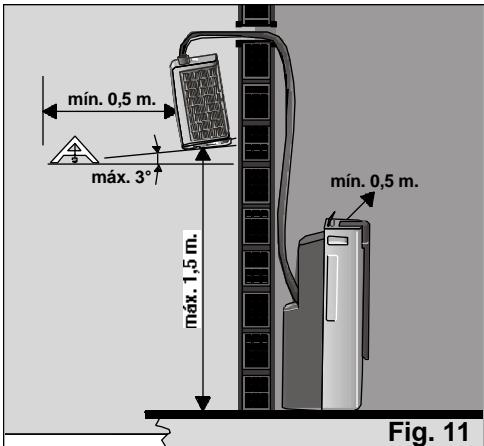

Fig. 11
Al naar gelang de wensen van de gebruiker en de mogelijkheden van de ruimte waarin het apparaat geïnstalleerd wordt kan de externe unit geplaatst worden op elke manier die te zien is op de **figuren 8, 9 en 10**. Men moet in aanmerking nemen dat het apparaat geplaatst moet worden op een oppervlakte die zo horizontaal mogelijk is, met een maximale helling van 30°, **Fig. 11**. Voor het ophangen van de externe unit aan de haak waarover het apparaat beschikt, gebruikt men het onderdeel Steunplaat.
- ❑ Tenslotte moet u controleren dat de flexibele buis niet ingedrukt of vast zit, dat het verschil in hoogte tussen de units niet meer dan 1,5 m. is (**Fig. 11**) en dat de externe unit zich niet op een lager niveau bevindt dan de interne unit, **Fig. 12**.